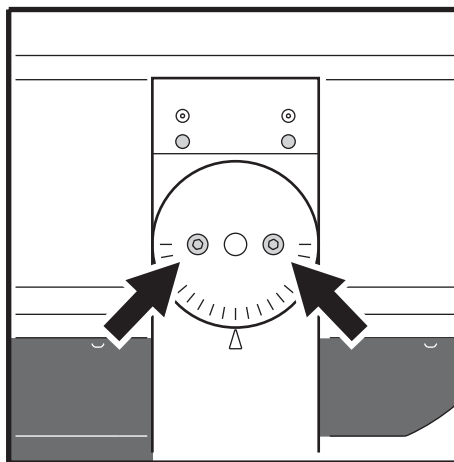

Bild 16: Tilt-Befestigungsschrauben
1. Unterstützen Sie den Scheinwerfer, damit er nicht durch ein Eigengewicht kippen kann. Siehe Bild 16. Lösen Sie die Befestigungsschrauben an beiden Seiten des Bügels.